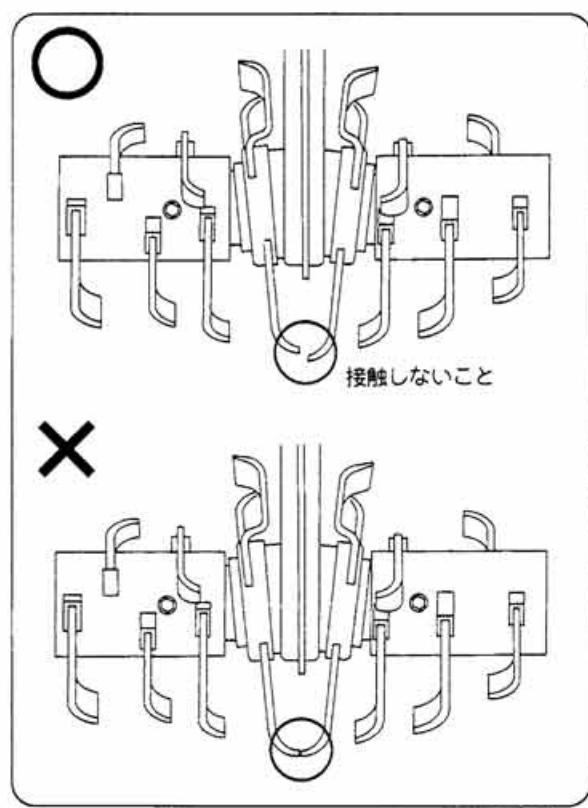

図41
- ② クロス刃受を手で回転させて左側と右側の爪が接触していないことを確認してください。(図41)